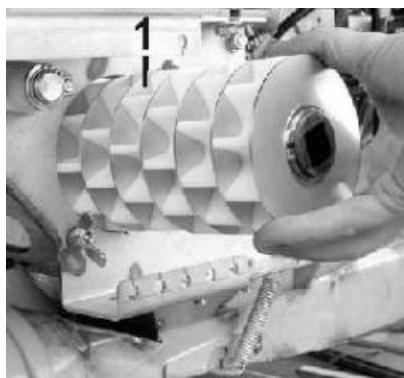

Рисунок 12
- Крупная дозирующая катушка (рисунок 12) для крупного посевного материала и высокой нормы высева.